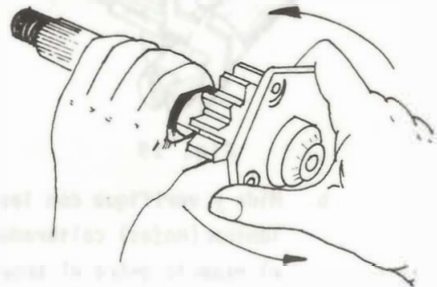

Fig. 18
- a. Verifique el juego entre el eje del sector dentado y el buje de la caja de la dirección (fig. 18).